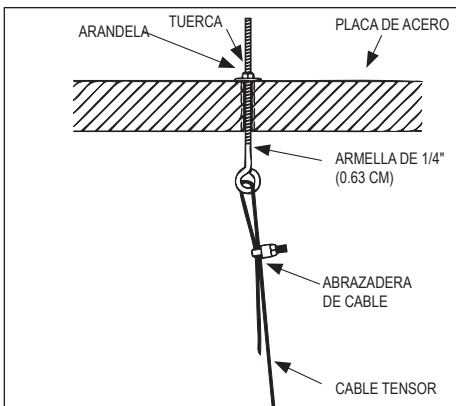

Figura 10
4. Una vez que se haya bajado la pila de ventilación hacia la chimenea, instale una placa de apoyo de acero sobre la parte superior de la chimenea. Tienda los cables tensores a través de los anclajes, tal como se muestra en la **Figura 10**.